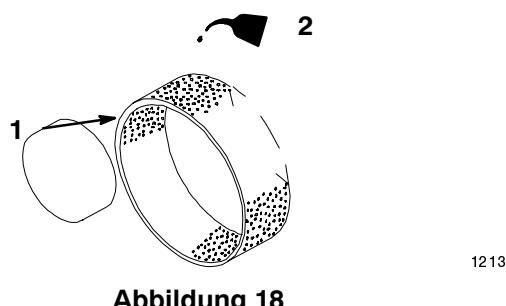

Abbildung 18
- C. Etwas Öl (1-2 oz.) auf den Schaumstoffeinsatz geben (Abb. 18). Den Einsatz drücken, um das Öl zu verteilen.